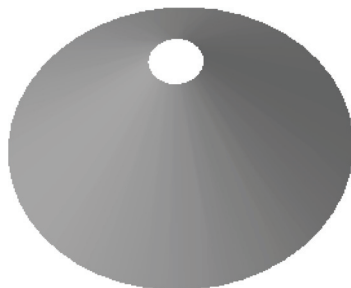

图 9-61 创建平行混合曲面
STEP 06 单击“关闭”面板中的“确定”按钮✔，完成截面绘制并退出草绘环境，返回到“混合”选项卡。单击“完成”按钮，即可创建平行混合曲面，效果如图 9-61 所示。